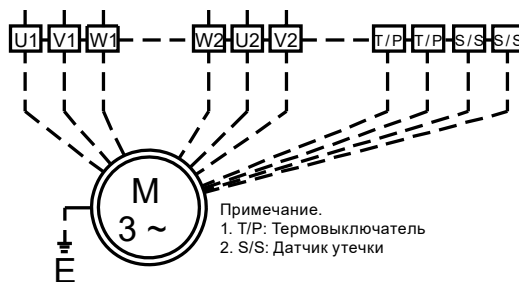
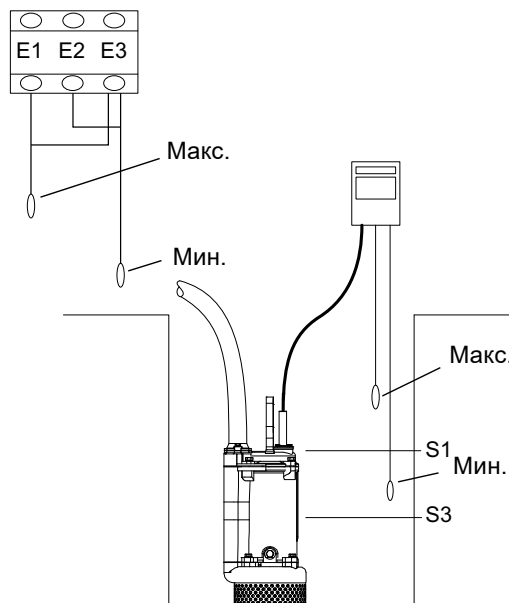

Рис. 11 Схема электрических подключений, «звезда-треугольник»
Рис. 12 Шкафы управления насосами
- в повторно-кратковременном режиме с частичным погружением насоса, S3. См. рис. 11.
В данном режиме насос может работать непрерывно без остановки для охлаждения, см. рис. 12. При полном погружении насос достаточно охлаждается окружающей перекачиваемой средой. Смотрите также рис. 11.
В этом режиме насос частично погружен в перекачиваемую жидкость, т.е. уровень жидкости должен быть не ниже середины корпуса электродвигателя. См. рис. 11.